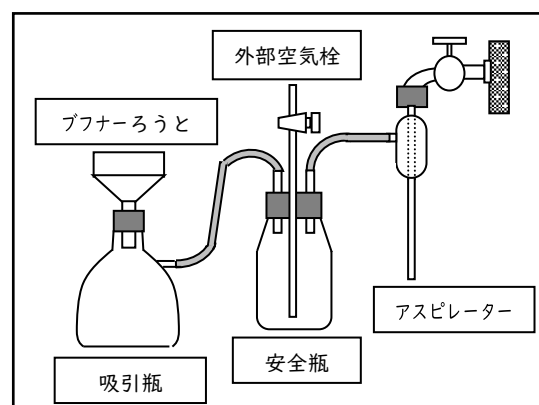

図 25 吸引ろ過
- 吸引ろ過では、水流の変化による逆流を防ぐために、吸引瓶とアスピレーターの間に安全瓶を用意し、外部空気栓を付けておきます(図 25)。